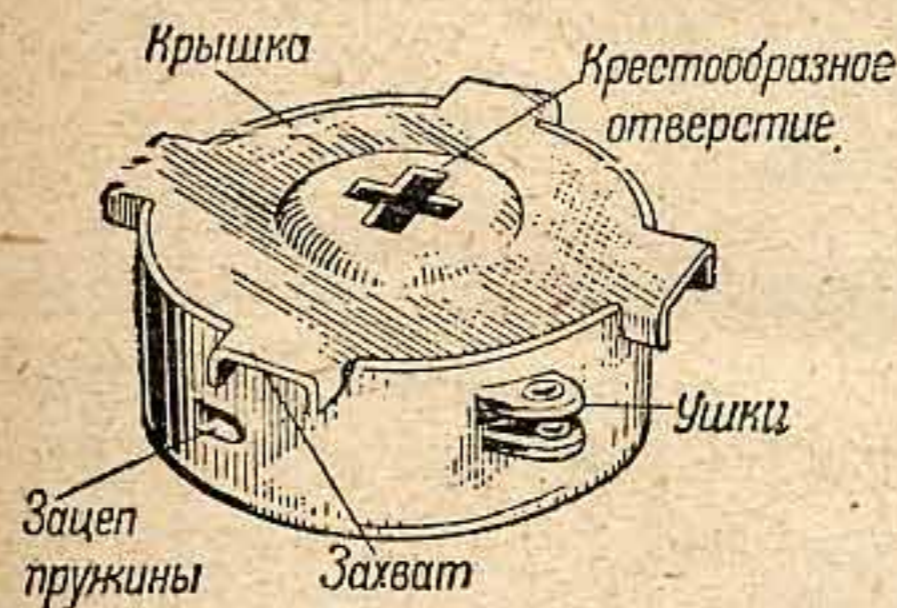

Рис. 24. Барабан
**Барабан** (рис. 24) служит для помещения пружины и заводки её. Сверху барабан закрывается крышкой. Крышка имеет четыре захвата для упора пальцами руки при вращении барабана; крестообразное отверстие для прохода оси ма-